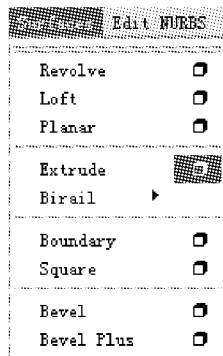

图 3-27 单击挤出命令后的图标
(2) 先选择封闭曲线再加选轨迹线,选择 Surfaces 模块,单击 Surfaces(曲面)→Extrude(挤出)命令后面的  图标进行设置,如图 3-27 所示。